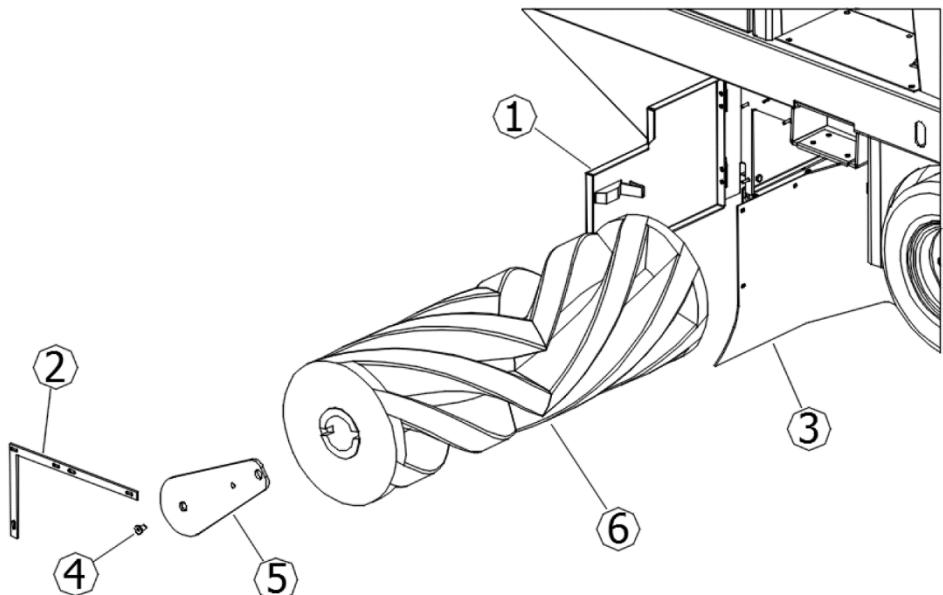

Abbildung 45
- Öffnen Sie die rechte Seitenklappe (Nr. 1 Abbildung 45)
- Demontieren Sie den rechten Klappenhalter (Nr. 2 Abbildung 45)
- Verschieben Sie die Klappe (Nr. 3 Abbildung 45)
- Entfernen Sie die Schraube (Nr. 4 Abbildung 45)
- Entfernen Sie den Stützarm (Nr. 5 Abbildung 45)
- Entfernen Sie die alte Bürste (Nr. 6 Abbildung 45)